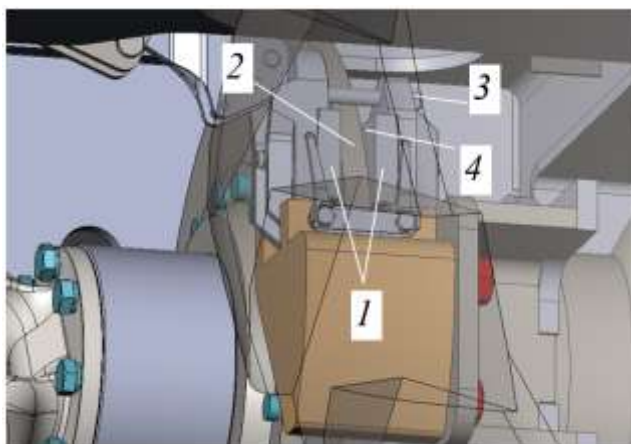

Рисунок 5.59. Контроль износа стояночного тормоза
- ▶ Проверить тормозной диск и тормозные колодки на предмет повреждений и износа, см. рис. 5.59. **В случае обнаружения, заменить поврежденные элементы.**
- ▶ Осмотреть тормозной диск 2 и тормозные колодки 1 на предмет повреждений и износа, см. рис. 5.59.